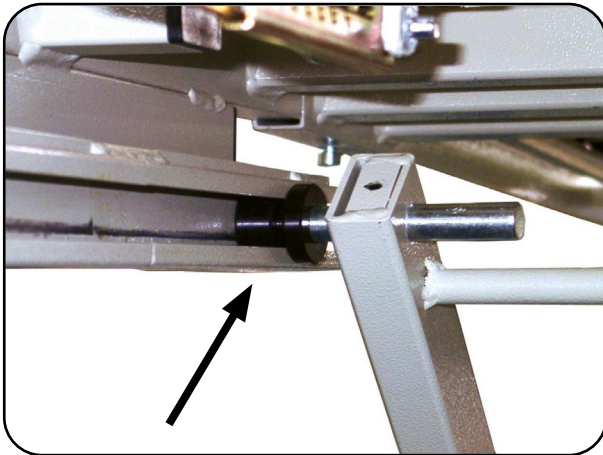

Abb. 6.1.07 - Gleitrolle in C-Schiene
- Schieben Sie die Fußauflage auf die Liegeflächenverbinder und positionieren Sie die Gleitrollen in den C-Schienen (Abb. 6.1.07).